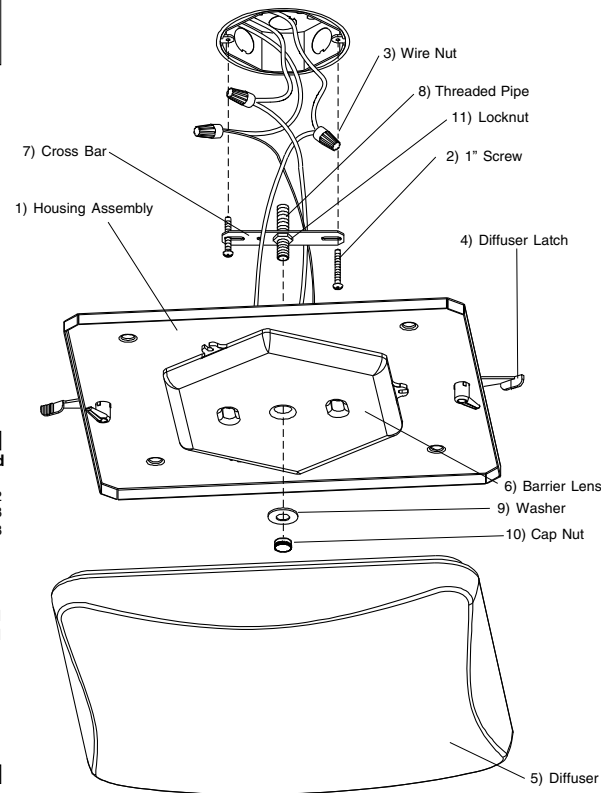

Figure 1
4. **With the power turned off, hold the fixture Housing Assembly (1)** firmly and connect the green ground wire from the fixture to the bare copper ground wire from the junction box using a Wirenut (3). *(If house wiring does not include a ground wire, consult your local electrical code for approved grounding methods). See Fig. 1.*
5. **Use Wirenuts (3) to connect black fixture wire** to the black power supply wire and white fixture wire to the white power supply wire. **See Fig. 1.**
6. **Hold Housing Assembly (1) in one hand and with the other hand position wires up and into outlet box.**
7. **Align Threaded Rod (8) with center hole on Housing.** Push Housing Assembly (1) to ceiling surface. Install Washer (9) onto Rod (8) and secure fixture with Cap Nut (10). **Note: Cap nut (10) should be hand-tighten only. Do not over tighten.**
4. **Con la electricidad apagada, sostenga la Ensamblaje de la carcasa (1)** firmemente y conecte el alambre verde de conexión a tierra del luminario al alambre desnudo de cobre de la caja de ensambladura usando un capuchón de alambres (3). *(Si el alambreado de la casa no incluye un alambre de hacer tierra, consulte su código eléctrico local para métodos aprobados de hacer tierra. Vea Fig. 1.*
5. **Use Capuchones de Alambres (3)** para conectar el alambre negro del luminario al alambre negro de suministro eléctrico y el alambre blanco del luminario al alambre blanco de suministro eléctrico. **Vea Fig. 1.**
6. **Sostenga el Ensamblaje de la Carcasa (1)** con una mano y con la otra estire los cables dentro del la caja de conexiones.
7. **Alinee la vara roscada (8)** con el orificio central en la carcasa. Empuje el conjunto de la carcasa (1) a la superficie del techo. Instale la arandela (9) en la vara (8) y asegure el montaje con la tuerca ciega (10).